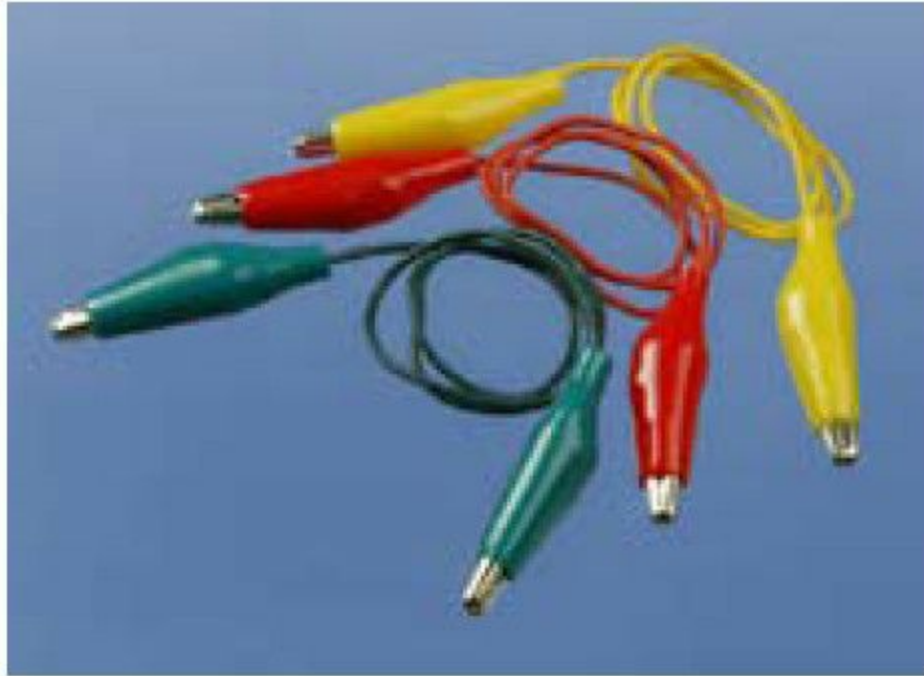

图2-10 转接线，有时也称测试引线，由两端接有弹簧夹的导线构成。这是业余电子实验中可以减少问题的一种小奢侈品
转接线并非必不可少，可以带来很大的方便。你需要的不是端部都有一个插头的音频线或视频线。你需要的是两端有弹簧夹的那种导线，有时也称作“测试引线”。试试Digi-Key 公司目录中的461-1176-ND，或All Electronics 公司目录中的MTL-10。见图2-10。
- 导线或转接线，见图2-10。